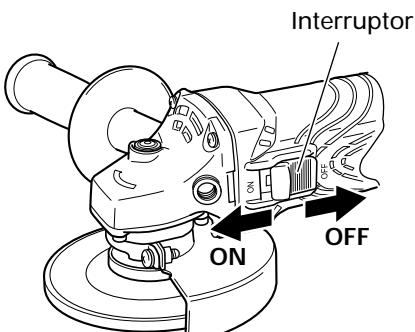

Fig. 3
- Conecte la alimentación de la amoladora. (Fig. 3) Sujetando firmemente la amoladora, utilice un dedo para deslizar el interruptor hasta la posición "ON".